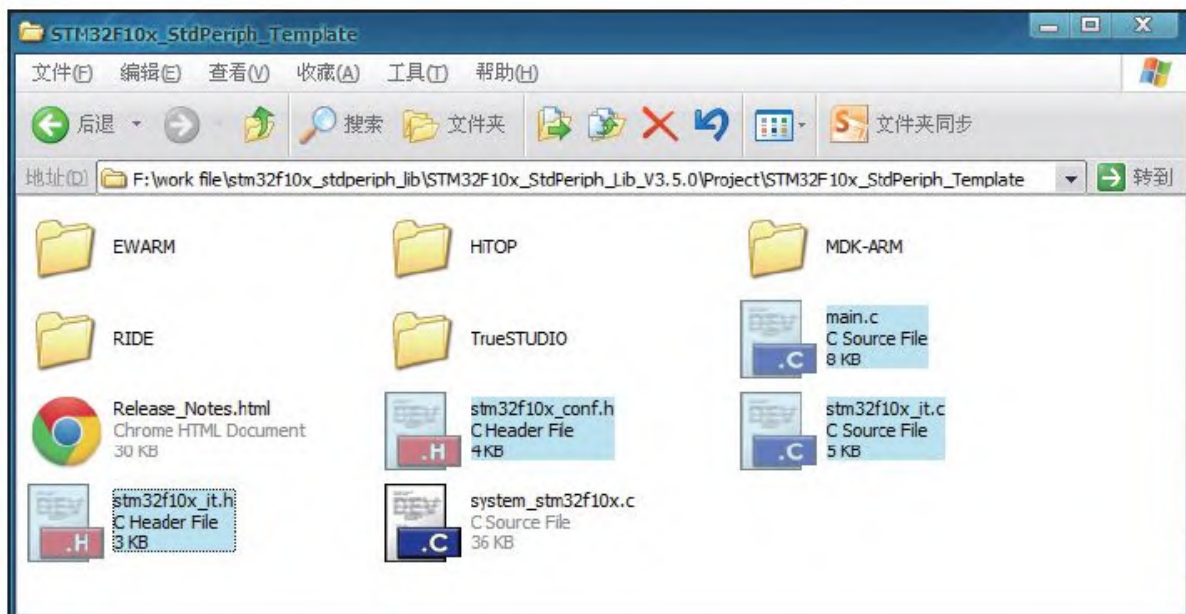

图 3-14 复制库工程文件
8) 把库文件夹Project\STM32F10x\_StdPeriph\_Template下的main.c、stm32f10x\_conf.h、stm32f10x\_it.h和stm32f10x\_it.c复制到USER目录下。这4个文件是用户在编程时需要修改的文件，其他库文件一般不需要修改，见图3-14。